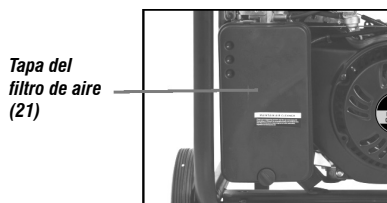

Fig. 22 – Retirando la tapa del filtro de aire
- a. Abra la tapa del filtro de aire (fig. 22);